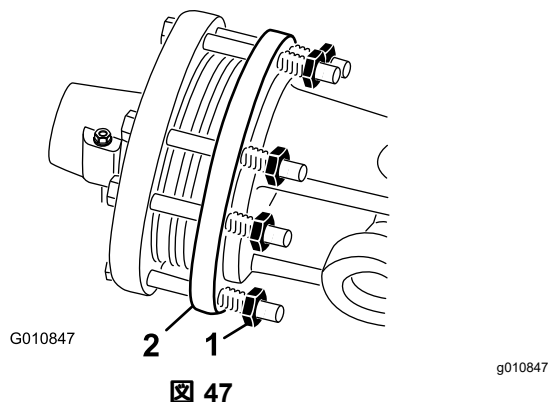

図 47
1. シーズンの終了後、各クラッチナットを2回転ゆるめる 図 47。